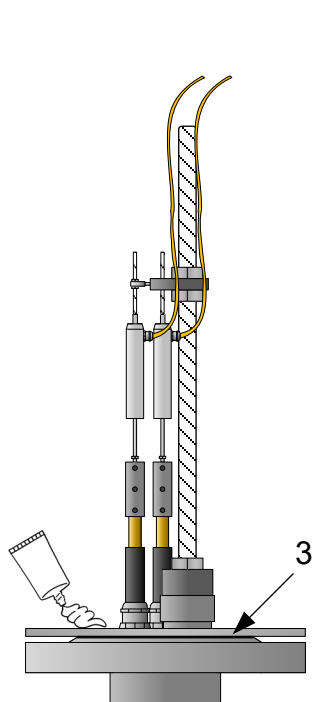
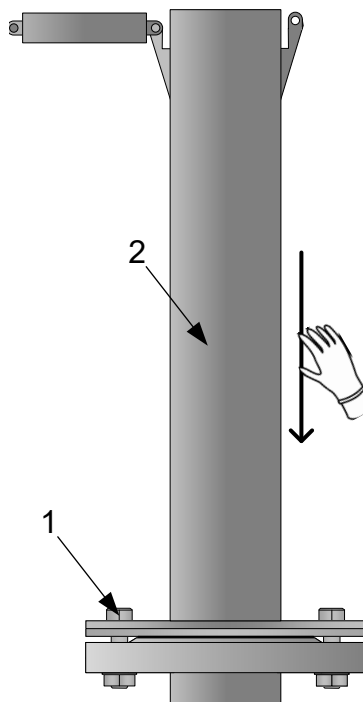

Рисунок 9.1
Рисунок 9.2
4.4.2 Подготовьте металлический защитный кожух надземной части (поз 2 рисунок 9.2). Нанесите на место стыковки фланцев кожуха и фланца погружной части головного модуля (поз 3 рисунок 9.1) герметик.